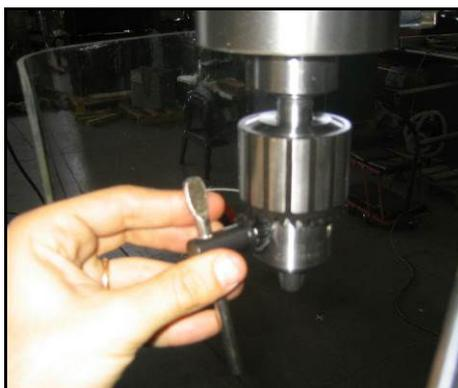

Figura 32 – Chiave mandrino
2. Fissare saldamente l'utensile serrando il mandrino tramite la chiave fornita in dotazione, come mostrato in figura 32.